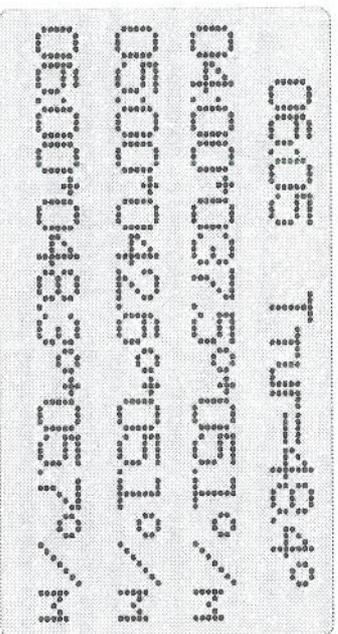

Рис. 10. Окно с информацией о ходе эксперимента.
- При нажатии клавиши \blacktriangledown на дисплее отображается дополнительное окно с информацией о ходе эксперимента, показанное на рис. 10.